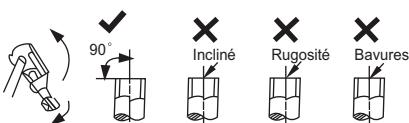

**Fig. 19 – Installation du module intérieur**
- Poussez la partie inférieure du module intérieur contre le mur, puis déplacez le module intérieur d'un côté à l'autre et de haut en bas pour vérifier qu'il est bien accroché (voir fig. 19).